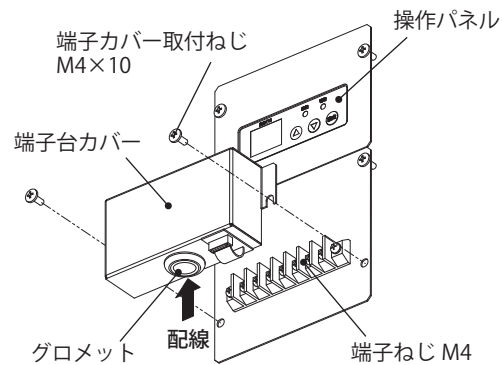

図 5
2. 電源線、アース線など本製品に接続するすべての配線を端子台カバーグロメットを通し、指定の端子台に接続してください。(図 5)